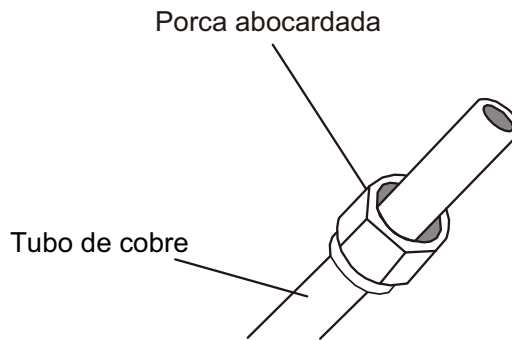

Fig. 6.3
3. Coloque as porcas abocardadas em ambas as extremidades do tubo. Certifique-se de que as porcas estão na posição correta, uma vez que não as pode reajustar nem mudar a sua posição depois de realizar o abocardado. Consulte a **Fig. 6.3**.